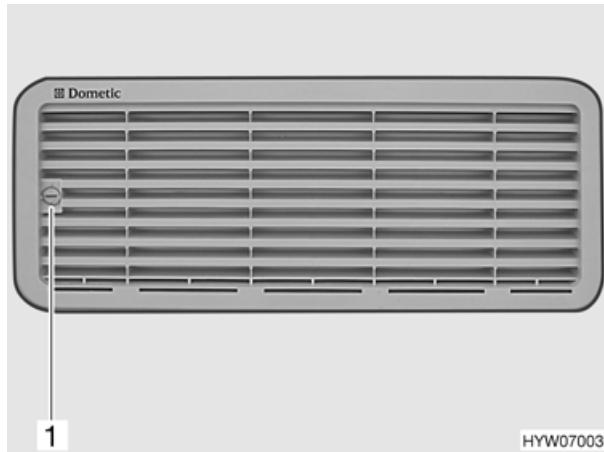

Bild 82 Kühlschrank-Lüftungsgitter
- Schraube (Bild 82,1) mit Hilfe einer Münze eine viertel Umdrehung drehen.